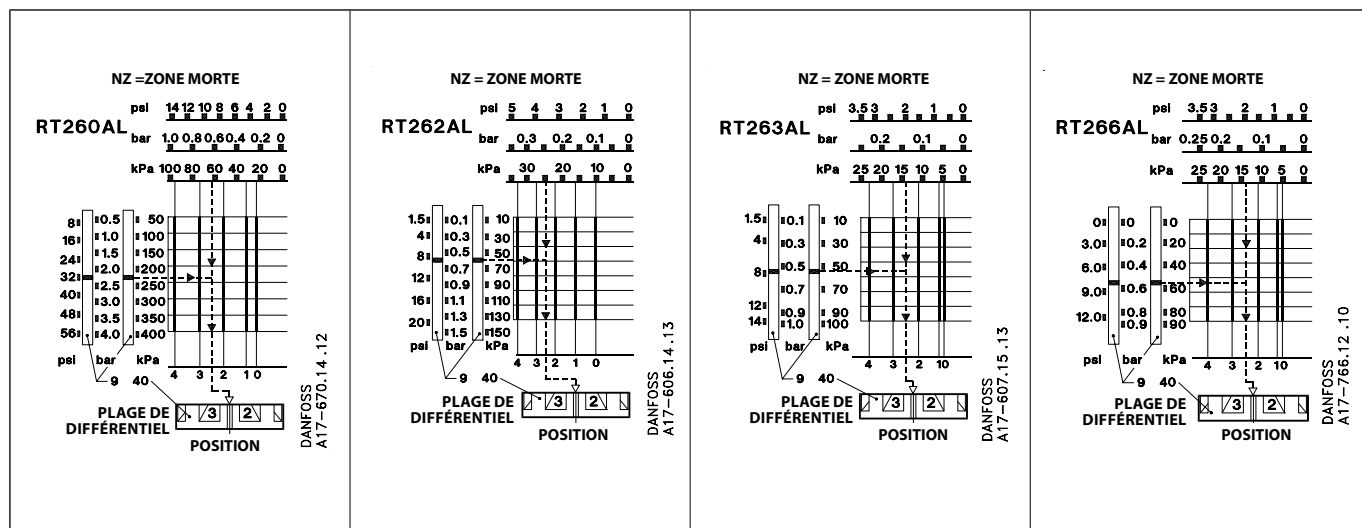

Fig. 16
Pour les pressostats différentiels à système de contact inverseur, le différentiel de contact est donné puisqu'ils sont à différentiel fixe. Pour les appareils à zone neutre réglable, régler en outre la molette de zone neutre selon le figure 16.
Régler le disque différentiel (5), fig. 16 p. 13, sur 1 bar (10 m C.E.) moins le différentiel fixe de 0.1 bar, soit à 0.9 bar. Mettre la molette de zone neutre sur la marque rouge apposée par le constructeur.